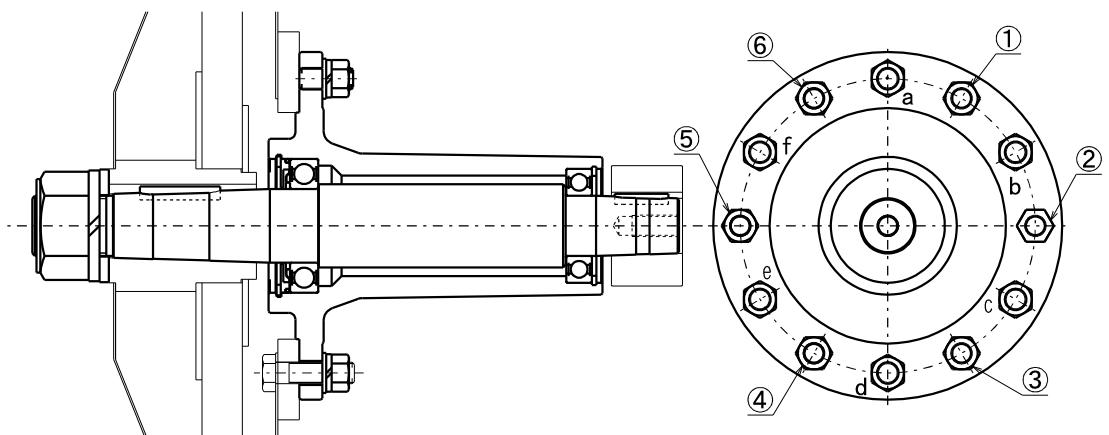

図 9-6
9.3.6 ドラムの芯出し調整 (図 9-6)
- ・ 主軸ベアリングケースを止めている取付けボルト及びナット 6箇所(①～⑥)と、調整ボルト及びナット 6箇所(a～f)で調整します。(図 9-6)
- ・ 例えば、ドラムの口金を機械正面より見て上に寄せたい場合、①,③,④,⑥と c,d,e のナットを少し緩め、a,b,f のボルトをドラムの口金を見ながら締め込みます。
- ・ 調整が終わったら、c,d,e のボルトが本体枠に軽く当たるまで締めて、①,③,④,⑥と c,d,e のナットを締め込みます。
後方へ抜いてください。(図 9-6)